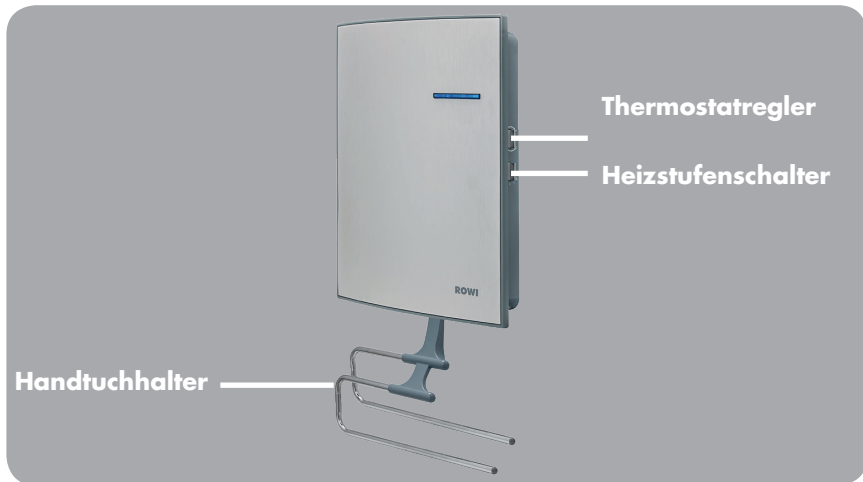

Abb. 4: Geräteübersicht
1. Vergewissern Sie sich, dass der Heizstufenschalter (siehe Abb. 4) auf „0“ steht. Schließen Sie dann den Heizlüfter an eine geerdete, durch einen FI-Schutzschalter abgesicherte Steckdose an.
2. Schalten Sie nun das Gerät ein, indem Sie den Heizstufenschalter (siehe Abb. 4) auf die gewünschte Position bringen. Dabei gilt:
Drehen Sie den Drehknopf zur Einstellung der Thermostatterperatur (siehe Abb. 4) im Uhrzeigersinn auf die maximale Stellung (Position „+“). Warten Sie, bis der Raum eine für Sie angenehme Temperatur erreicht hat. Drehen Sie dann den Drehknopf gegen den Uhrzeigersinn, bis Sie ein deutliches Klicken hören. Der Thermostatregler sorgt nun durch automatisches Ein- und Ausschalten für eine annähernd konstante Raumtemperatur.
2. Stellen Sie den Heizstufenschalter (siehe Abb. 4) auf Position „0“.